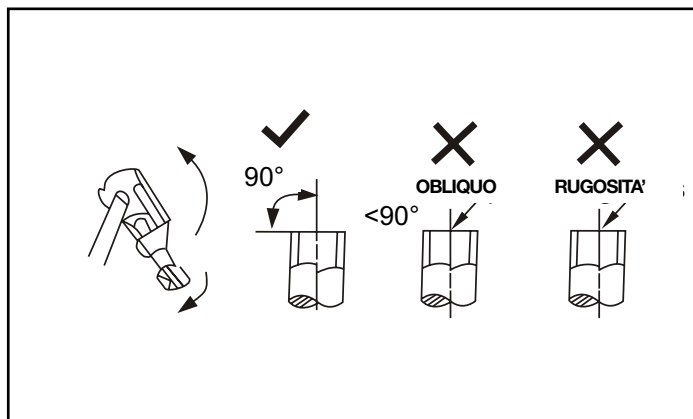

fig.12
- 1c. Il taglio delle tubazioni sia a 90° rispetto all'asse, privo di bave e liscio. (fig.12).